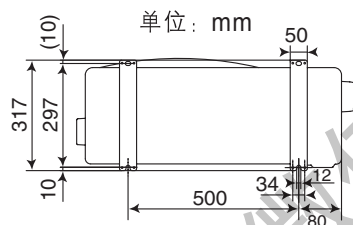

图2
(2) 尽量安装于房屋的东或北方。如装于南或西方是无可避免时，应有遮盖物遮盖。
(3) 最好不要安装在污秽或雨淋的地方。
(4) 尽量靠近室内机组安装。
(5) 室外机外形尺寸及安装固定孔位置见图2。